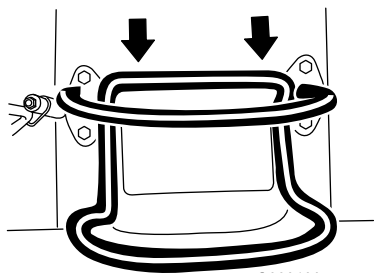

Bild 8
- Bewegen Sie den Fahrertriebshebel nach hinten, um rückwärts zu fahren (Bild 8). **Schauen Sie beim Rückwärtsfahren nach hinten und achten Sie auf Hindernisse, fassen Sie den Anschlagbügel mit den Händen an.**